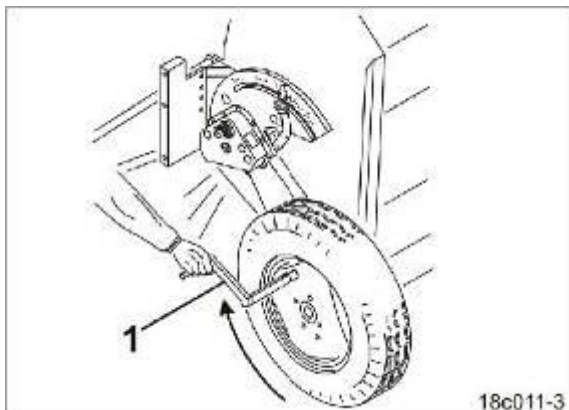

Рис.69
13. Рукоятку для установки нормы высева (Рис. 69/1) вставьте в квадратную трубу правого колеса.